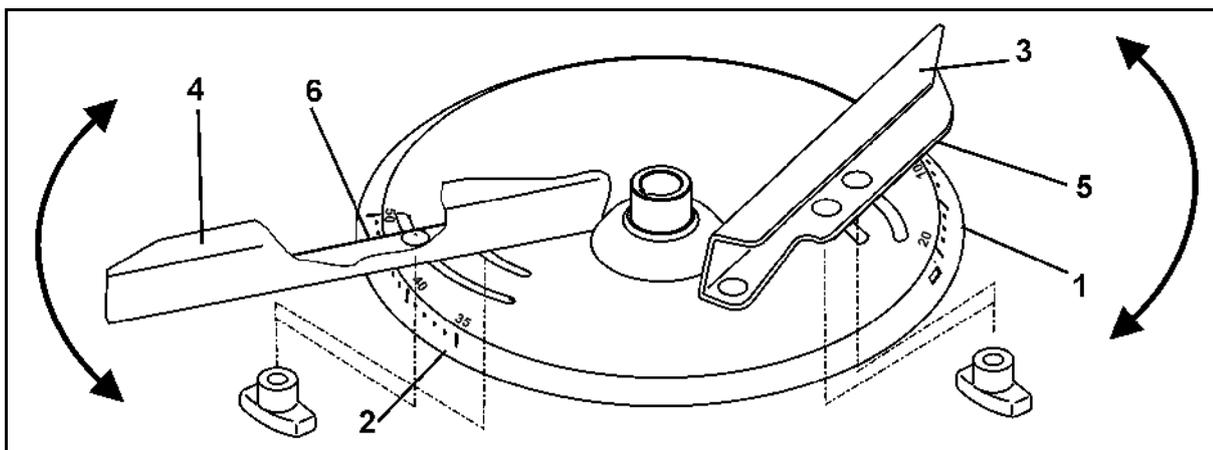

Fig. 59
3. Dispersión en borde (Fig. 59):